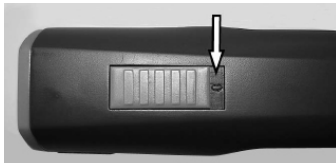

Fig. 4 Interrupteur position arrêt (« 0 »)
1. Examinez les contacts de la tondeuse (1) et de la batterie (2) sur des corps étrangers et des saletés.
2. Assurez-vous que l'interrupteur de la tondeuse est en position arrêt (« 0 ») (fig.4).
3. Insérez la batterie (2) dans la tondeuse (3) jusqu'à le verrouillage de la batterie (1) s'enclenche des deux côtés.
4. Mettre la tondeuse avec la batterie insérée (1) ou mettre la batterie seule (2) sans forcer par la haut dans la cavité de chargement prévue de la station de recharge.
6. La batterie se charge. Durant le chargement, la lampe de contrôle (3) est allumée rouge. Dès que la batterie est chargée à 90 %, le témoin passe au vert et la station de recharge passe sur « charge de maintien ».
7. Tenez la station de recharge à une main et retirez la tondeuse (1) ou la batterie (2) par l'autre main.
1. Mettez l'interrupteur à la position arrêt « 0 » (fig. 4).
2. Appuyez le verrouillage de la batterie (2) des deux côtés vers l'intérieur et enlevez la batterie (1) de la tondeuse.
3. Insérez la batterie chargée (1) dans la tondeuse (2) jusqu'au verrouillage de la batterie des deux côtés.